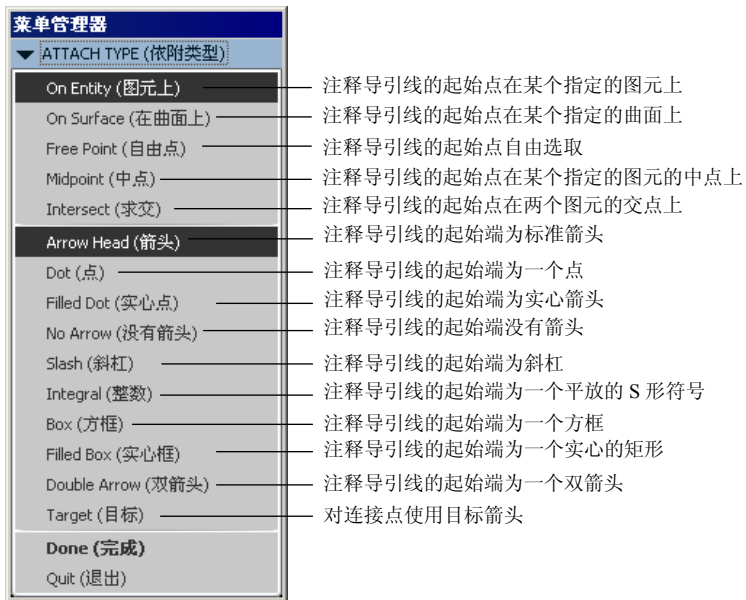

图 10.6.5 “依附类型”菜单
Step3. 定义注释导引线的起始点：此时系统弹出图 10.6.5 所示的“依附类型”菜单，在该菜单中选择 **On Entity (图元上)**  **Arrow Head (箭头)** 命令，然后选择注释指引线的起始点，如图 10.6.4 所示，再单击“依附类型”菜单中的 **Done (完成)** 按钮。